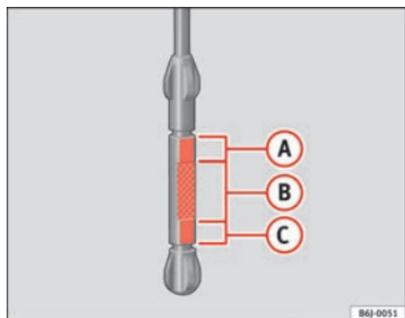

Fig. 114 Vareta de medição do nível de óleo
- Em seguida, retire-a novamente e verifique o nível do óleo ⇒ fig. 114. Caso seja necessário, reponha óleo do motor.